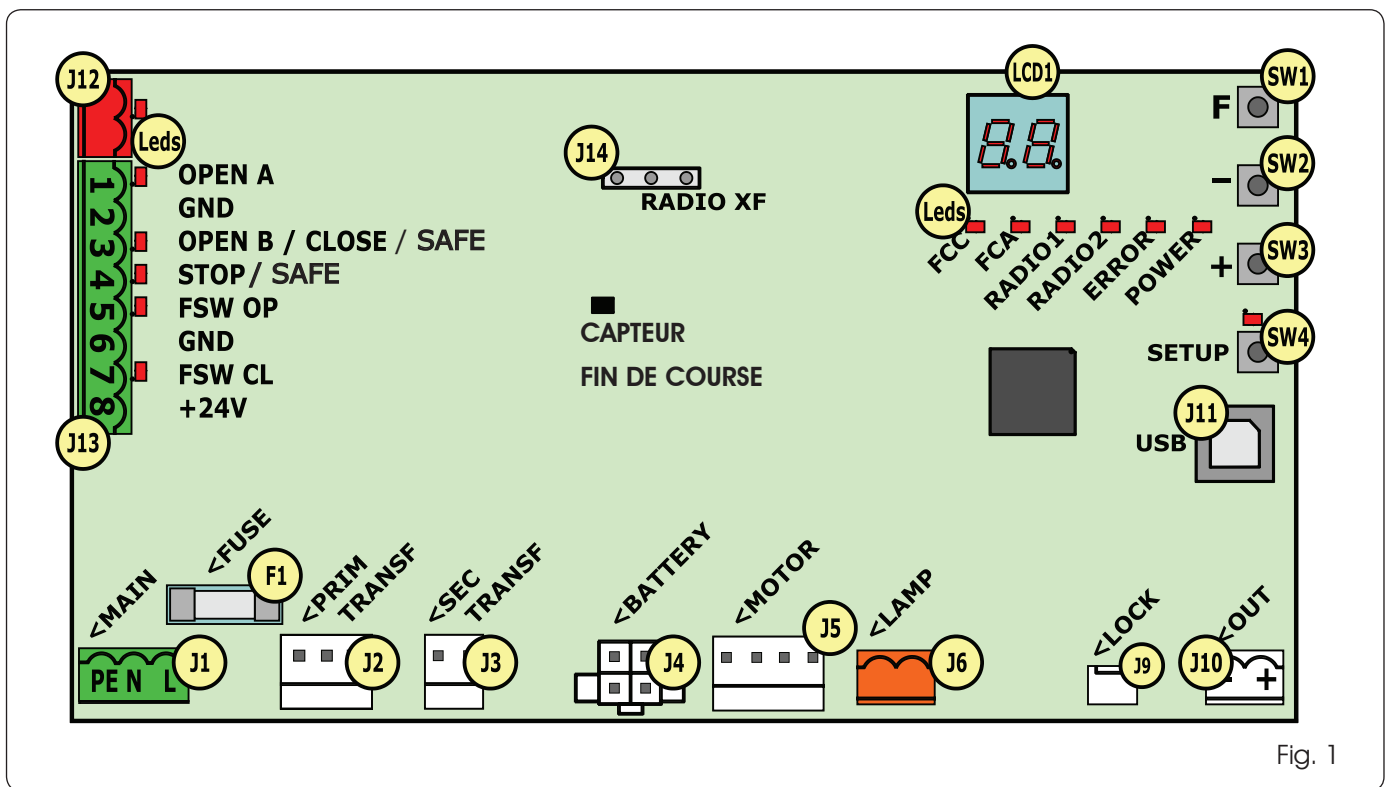

Fig. 1
- Si l'on n'utilise aucun accessoire BUS-2EASY, laisser libre le connecteur BUS-2EASY (J12 - Fig. 1).